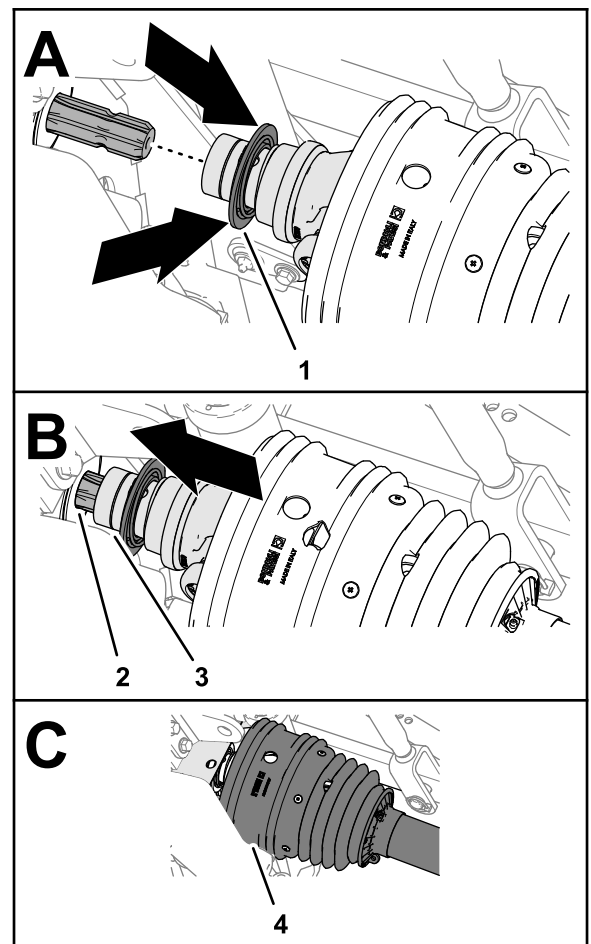

Bild 27
3. Ziehen Sie den Arretierkragen des Antriebswellenjochs (**Bild 27**) zurück.
4. Schieben Sie beim Zurückziehen des Arretierkragens das Antriebswellenjoch nach vorne und die Jochfassung über die Verzahnung der Zapfwelle (**Bild 27**).
6. Achten Sie darauf, dass das Schutzblech über dem Antriebswellenjoch (Bild 27) liegt.